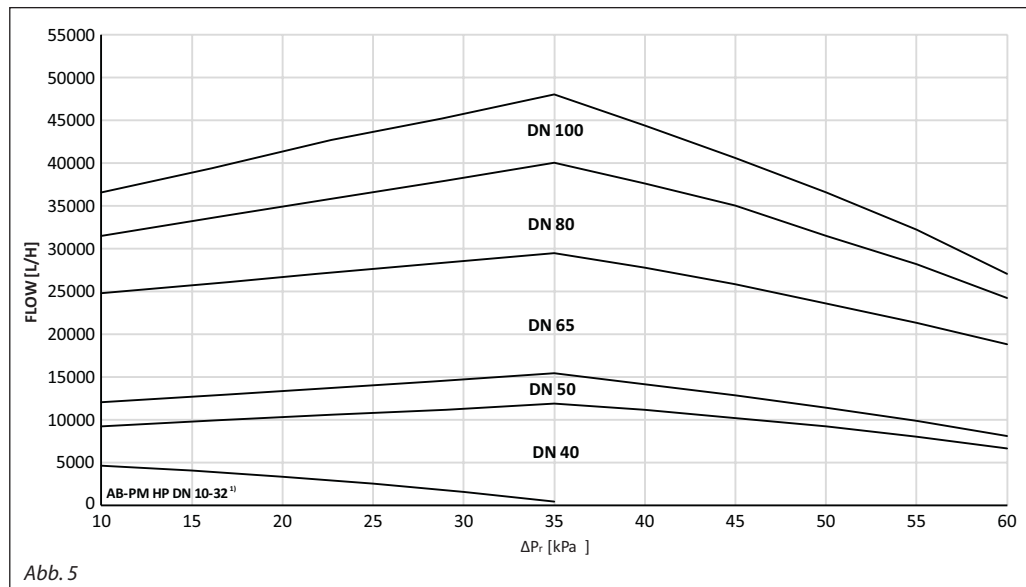

Abb. 5
Die Dimensionierung des AB-PM sollte auf Grundlage des notwendigen Durchflusses (Q) sowie des für die Zone erforderlichen Differenzdrucks (Δp_v) erfolgen. Max. Durchfluss/ Δp_r für alle Ventilgrößen sind im Diagramm für die Auslegung, Abb. 5, dargestellt. Nachdem die Rohrdimension ausgewählt wurde, können spezifische Größenbestimmung, Auswahl und Einstellung auf Grundlage von Q und Δp_r in den Abbildungen 6 bis 10 ermittelt werden.